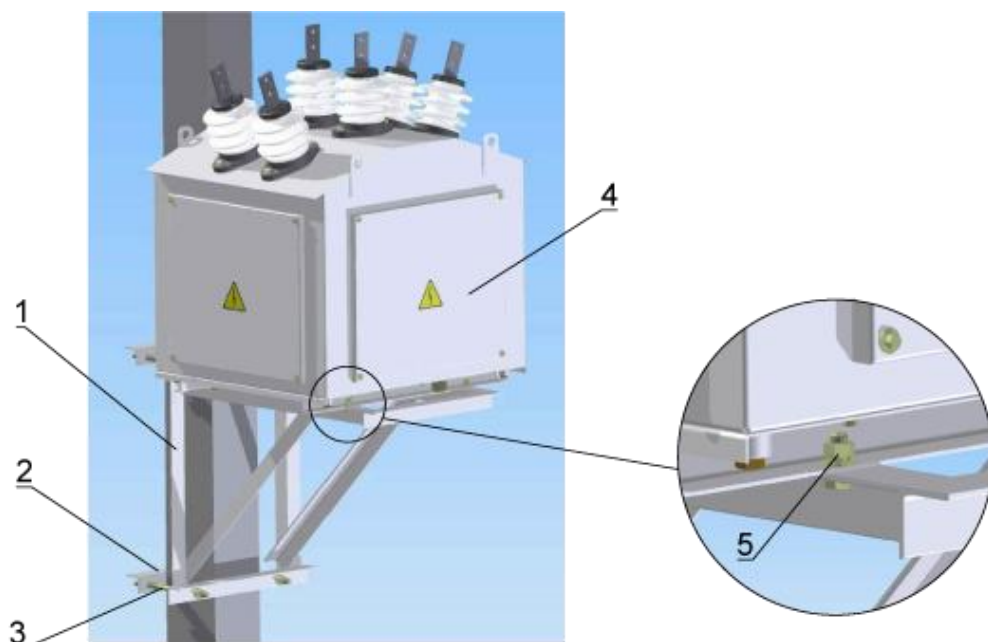

Рис. 7 – Монтаж ВМ на опоре
1. Поднять раму-основание (поз.1 рис 7.) на проектную высоту и закрепить ее с помощью двух крепежных уголков (поз. 2 рис. 7) и четырех шпилек (поз. 3 рис. 7). Затяжка гаек должна производиться поочередно, без перекоса конструкции.
2. Поднять ВМ (поз. 4 рис. 7) и установить на смонтированной раме, закрепив четырьмя гайками М12 (поз. 5 рис. 7). Подъем ВМ осуществляется при помощи подъемно-кранового оборудования на стропах с использованием четырех рымов в верхней части корпуса.